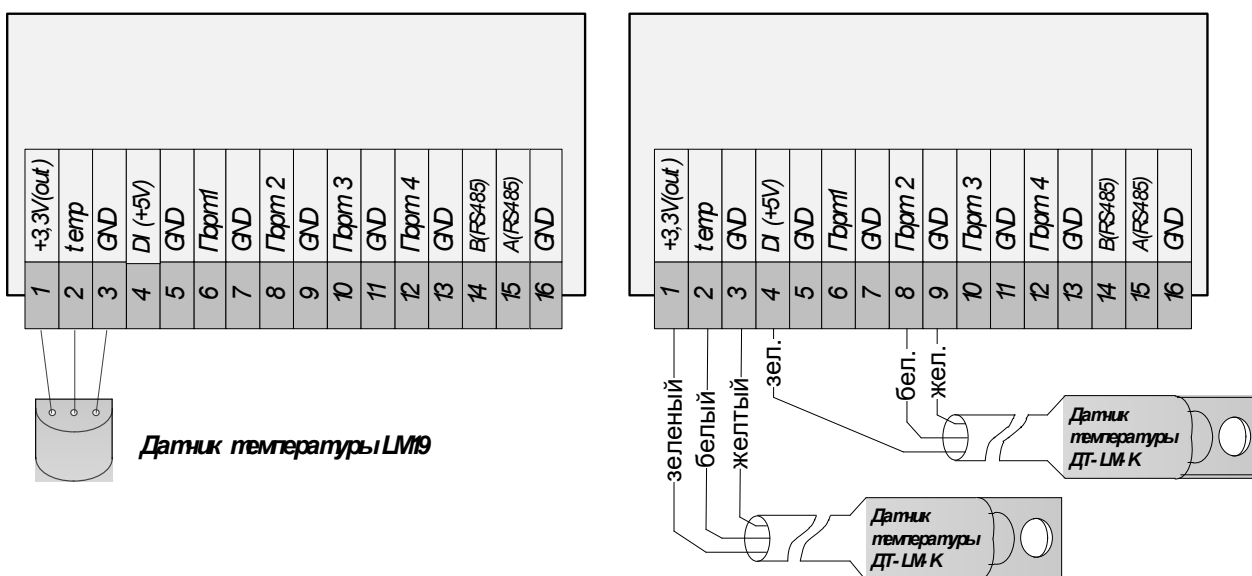

Рис.4.1. Подключение датчиков температуры LM19 (слева) и ДТ-ЛМ-К (справа, пример для порта №2)
4.2. Следует соблюдать полярность подключения датчика температуры. Если используется тип LM19, то датчик должен располагаться плоской стороной вниз относительно лицевой стороны корпуса прибора (рис.4.1 слева). Если используется ДТ-ЛМ-К, то следует ориентироваться по цвету его проводов (рис.4.1 справа). ПРИМЕЧАНИЕ: при подаче питания с неверно подключенным датчиком он выйдет из строя.